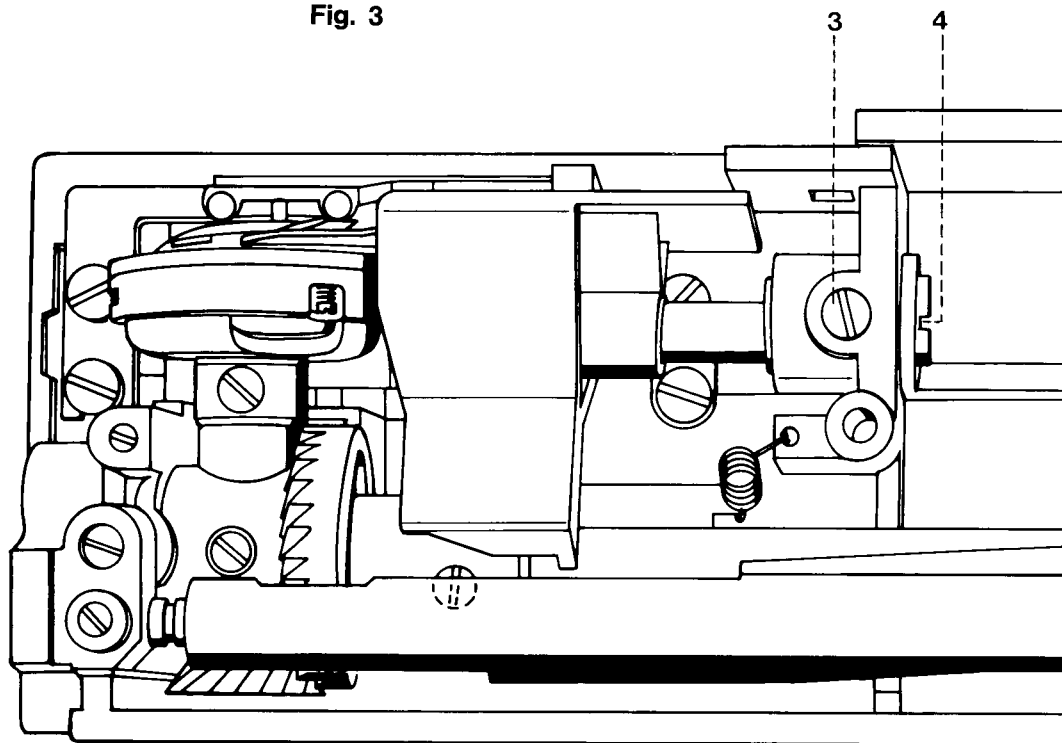

Fig. 3a
- Die Schraube 3 nur  $\frac{1}{8}$  Umdrehung lösen (siehe Abb. 3a).
- Ne desserrer la vis 3 qu'un 8° de tour (voir fig. 3a).